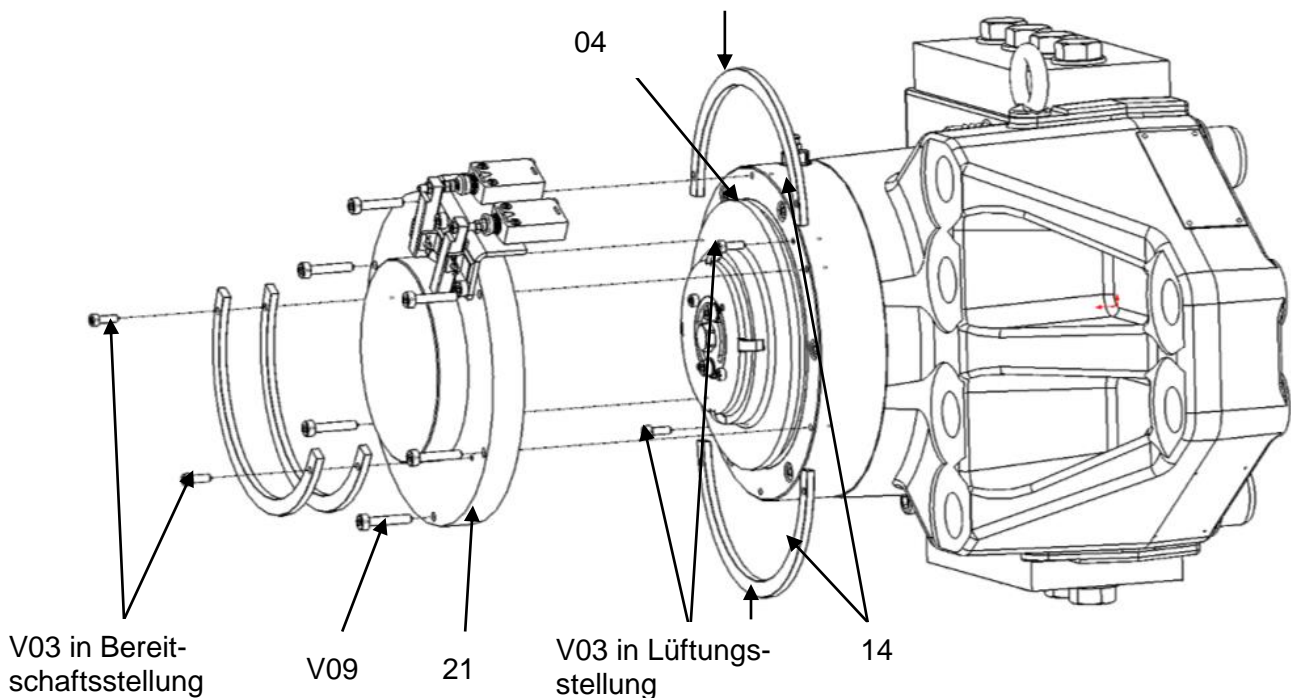
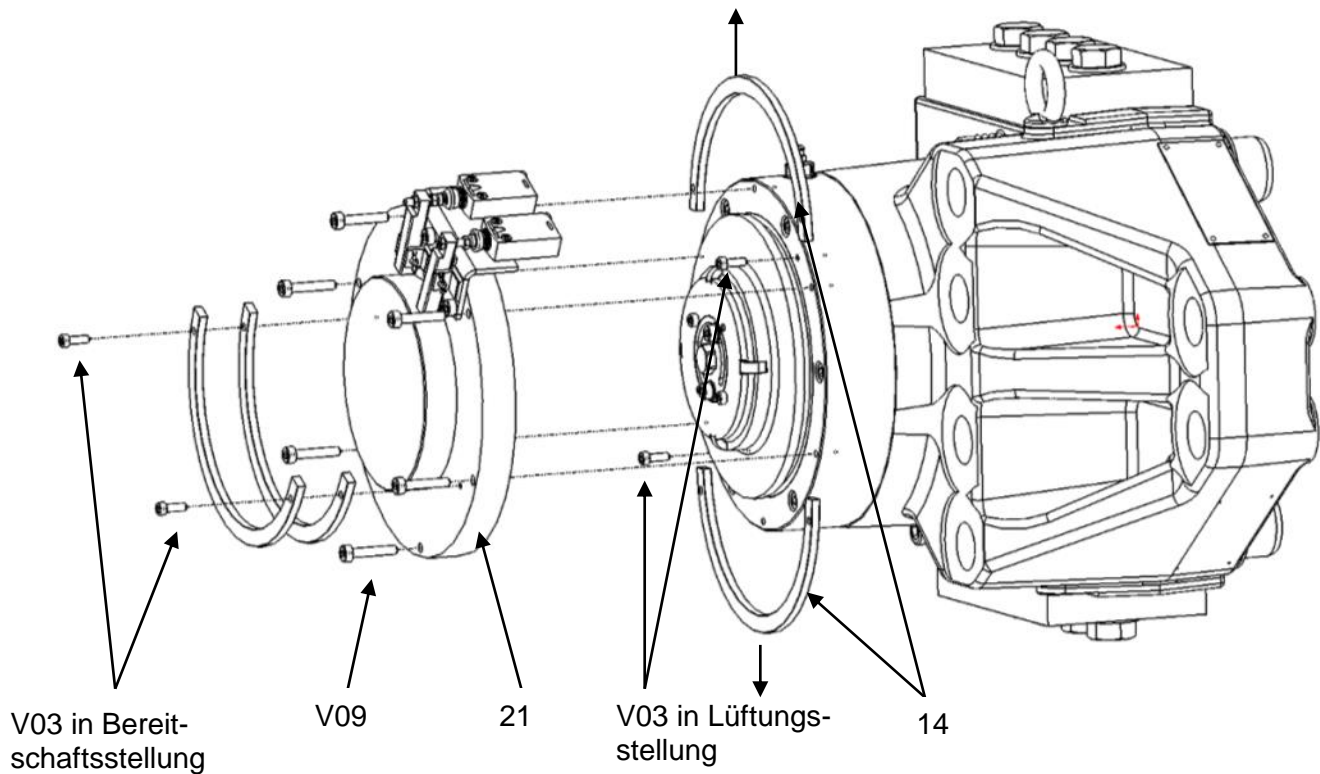

Bild 5.2
Bild 5.3
5. Legen Sie die 2 Haltesegmente **14** in die Kolbennut **04** Bild 5.2.
4. Entfernen Sie die 2 Haltesegmente **14** Bild 5.2 und befestigen Sie sie – übereinander – mit den 2 Schrauben **V03** in der Bereitschaftsstellung an der Abdeckung **21** siehe Bild 5.3.
5. Setzen Sie die Abdeckung **21** wieder auf und ziehen Sie die 6 Schrauben **V09** an Bild 5.2, Kapitel 5.1.
- Entfernen Sie die Abdeckung **21** mittels der 6 Schrauben **V09** Bild 5.2.